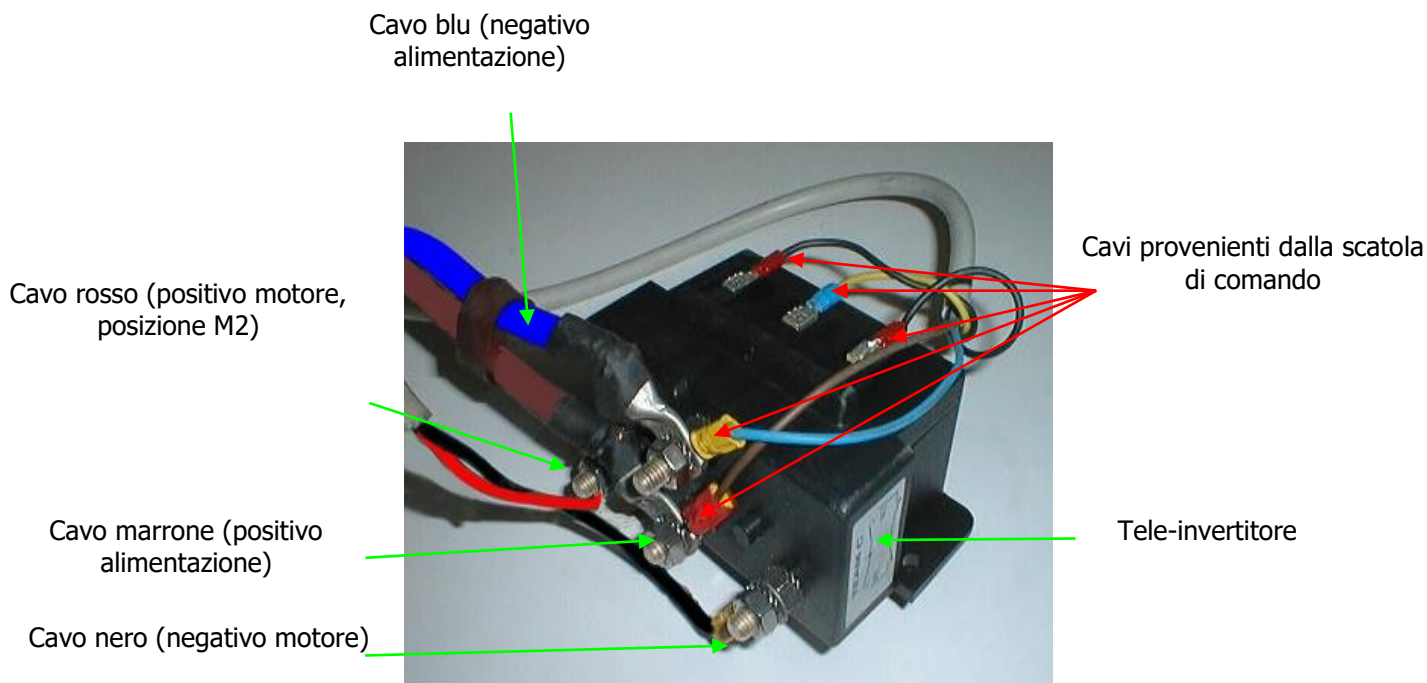

Fig. 09
17. Stabilire a bordo il percorso per i cavi di collegamento del motore, al tele-invertitore, (fig. 09), adatti a sopportare una potenza pari a quella del motore rilevabile sul motore stesso, facendoli passare assieme a quelli dei sensori e collegarli seguendo le indicazioni della fig. 09.
18. Stabilire a bordo il percorso per i cavi d'alimentazione, provenienti dall'impianto dell'imbarcazione, adatti a sopportare una potenza pari a quella del motore rilevabile sul motore stesso, e collegarli al tele-invertitore, (fig. 09), seguendo le indicazioni della figura.